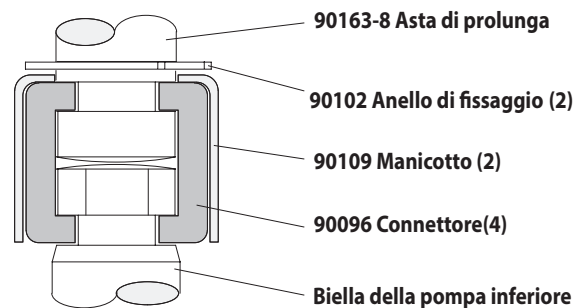

Figura 2
4. Con una pinza e-ring, scorrere l'anello di fermo fino abbastanza lontano per permettere il manicotto di spostare verso l'alto e rilasciare i due connettori (vedi figura 2). Accantonare il motore ad aria.